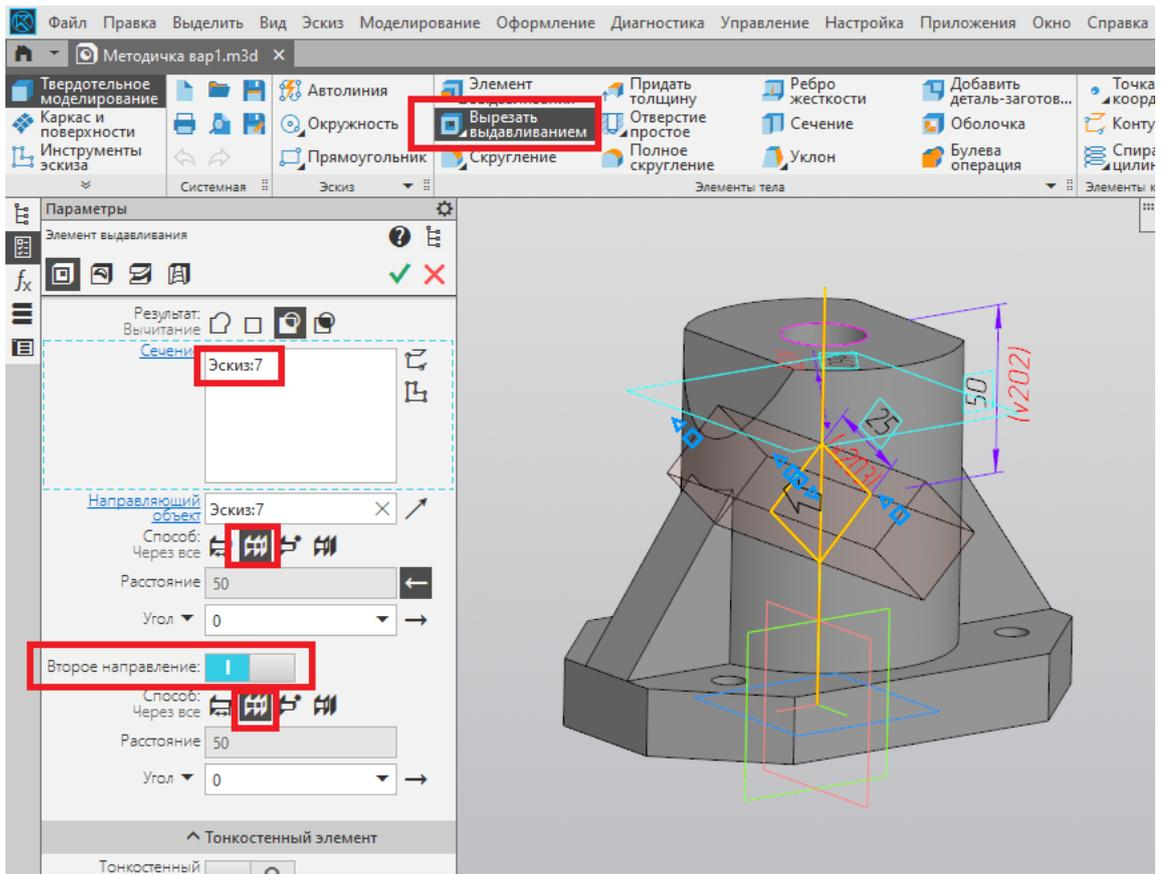

Рис. 45
42. При помощи команды «Вырезать выдавливанием» выполняем из полученного эскиза сквозное призматическое отверстие (рис. 45).